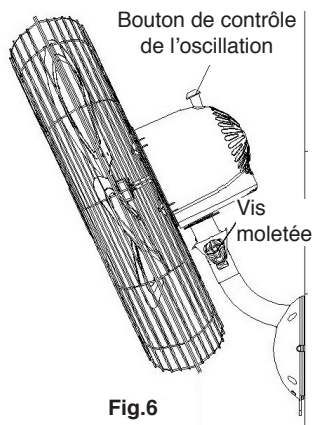

Fig.6
2. Lorsqu'activé, l'appareil peut osciller en poussant sur le bouton situé sur le dessus du ventilateur. Tirez sur ce bouton pour immobiliser l'appareil (Fig. 6).
3. Pour ajuster l'inclinaison du ventilateur, desserrez la vis moletée de droite en premier, puis incliné l'appareil vers le haut ou le bas à l'angle souhaité. Serrez la vis moletée pour fixer le ventilateur (Fig. 6).